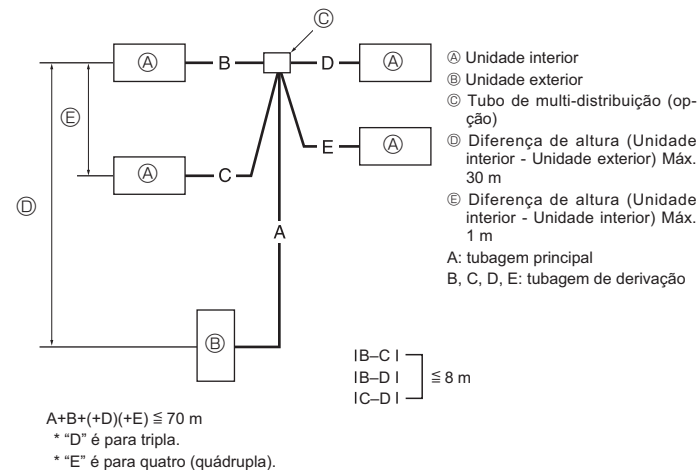

Fig. 4-9
4.7. Para a combinação dupla/tripla/quádrupla (Fig. 4-9)